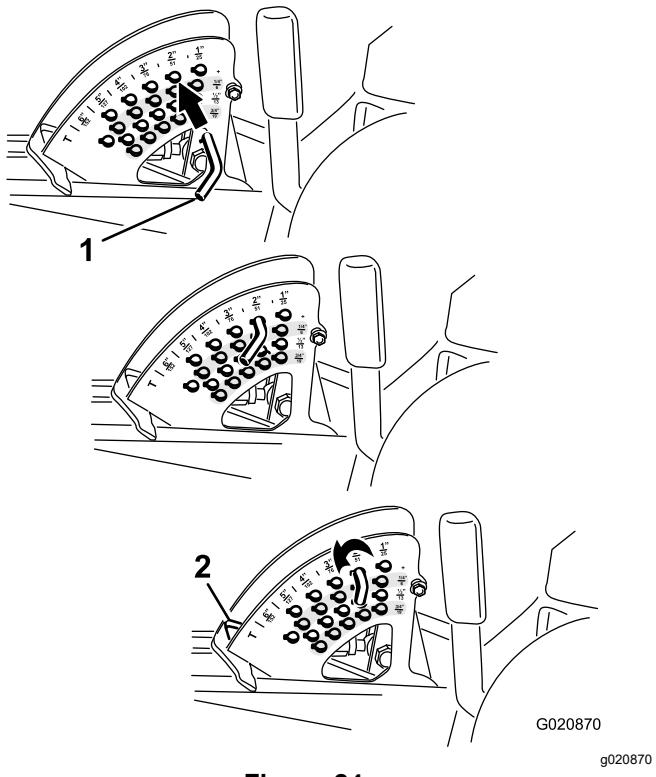

Figure 24
- Tournez la goupille de butée jusqu'à ce que la goupille cylindrique située à l'intérieur soit en face des trous du support de hauteur de coupe et retirez-la (Figure 24).
- Placez la goupille dans le trou du support correspondant à la hauteur de coupe voulue et tournez-la pour la verrouiller en place (Figure 24).
Remarque: Il y a 4 rangées de trous (Figure 24). La première rangée donne la hauteur de coupe indiquée au-dessus de la goupille. La deuxième rangée donne la hauteur indiquée plus 6 mm (0,25 po). La troisième rangée donne la hauteur indiquée plus 12 mm (0,5 po). La dernière rangée donne la hauteur indiquée plus 18 mm (0,75 po). Un seul trou, situé dans la deuxième rangée, correspond à la hauteur de